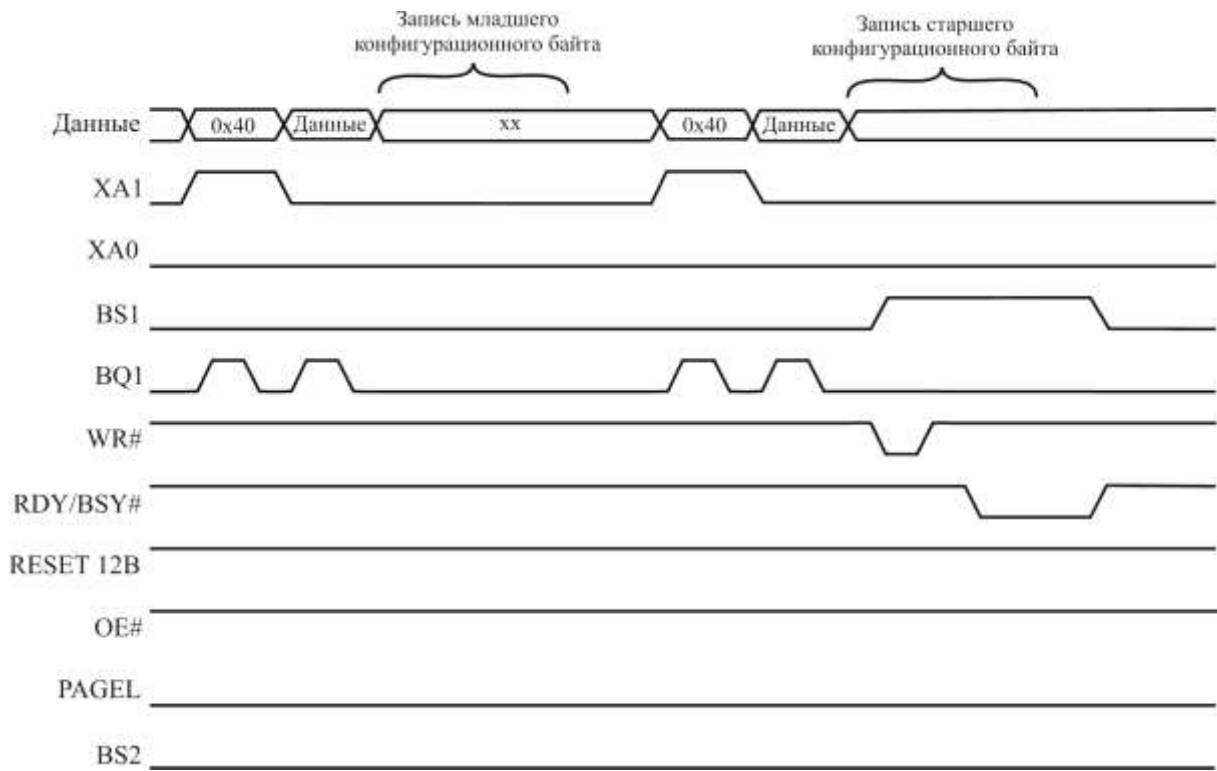

Рисунок 3.113 – Временная диаграмма программирования конфигурационных байтов
1. Загрузить команды «0100 0000» (см. рисунок 3.113).
- 1. Загрузить команду «0100 0000» (см. рисунок 3.113).